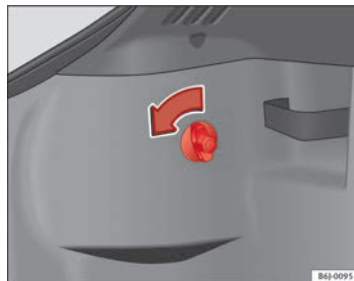

Fig. 162 Accès aux pilotes arrière
- Tournez la vis dans le sens de la flèche à la main ou avec un tournevis ⇒ fig. 162.
- Retirer le connecteur du logement (A) ⇒ fig. 162.